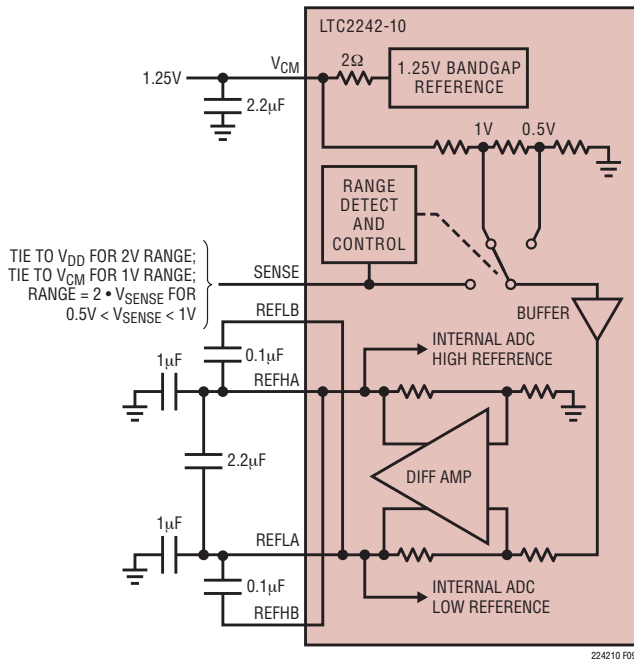

図9. 等価リファレンス回路
1.25Vのバンドギャップ・リファレンス、差動アンプ、およびスイッチングと制御の回路で構成されるLTC2242-10のリファレンス回路を図9に示します。内部電圧リファレンスはピンで選択可能な2V(差動±1V)または1V(差動±0.5V)の2つの入力レンジに設定することができます。SENSEピンを V_{DD} に接続すると2Vレンジが選択され、SENSEピンを V_{CM} に接続すると1Vレンジが選択されます。
差動アンプはADCの高リファレンスと低リファレンスを発生します。高速スイッチング回路がこれらの出力に接続されているので、これらの出力は外部でバイパスする必要があります。各出力には4本のピンが備わっています。高リファレンス用にそれぞれ2本のREFHAとREFHB、および低リファレンス用にそれぞれ2本のREFLAとREFLBです。複数の出力ピンはパッケージのインダクタンスを減らすために必要です。バイパス・コンデンサは図9に示されているように接続する必要があります。